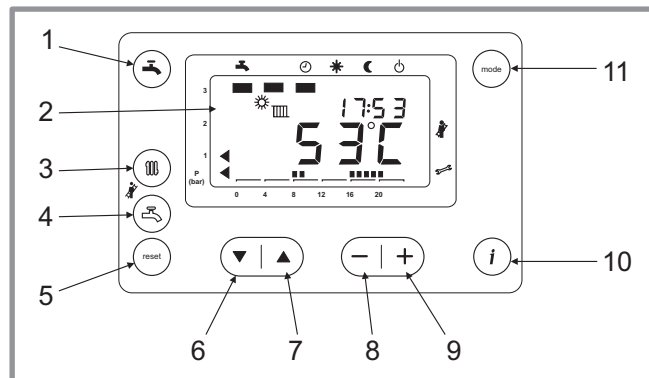

figure 30 - Tableau de contrôle
Appuyer simultanément sur  et  pendant 6 secondes (repères 3 et 4, figure 30).
- Appuyer sur la touche  (repère 6, figure 30).
Il est possible de contrôler les allures intermédiaires en ajustant le % à l'aide des touches (+) et (-) (repères 8 et 9, figure 30).